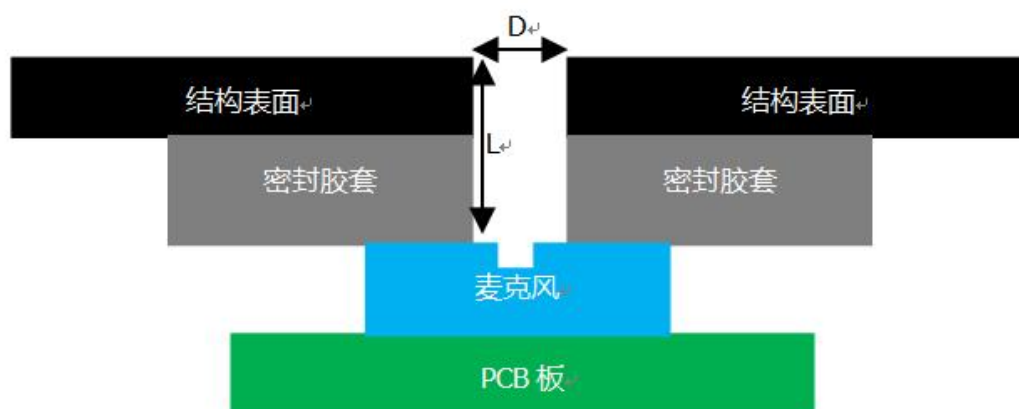
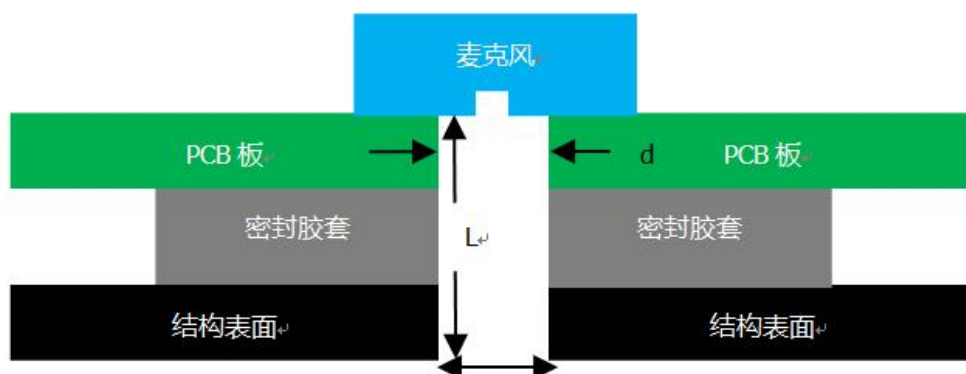

图 1 TOP 型硅麦
图 2 BOTTOM 型硅麦
- 1) 图 1 是 TOP 拾音硅麦，图 2 是 Bottom 拾音的 Mic，其中 L 表示深度， D 表示开孔直径。 D 表示 PCB 板的开孔直径。